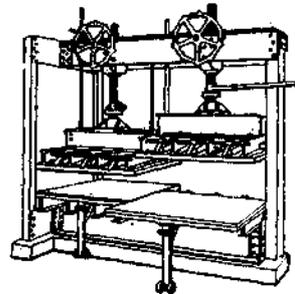

Fig. 88
*Prensa.* — Utensílio de ferro ou de madeira em que se fazem os compensados (Figs. 88 e 89).